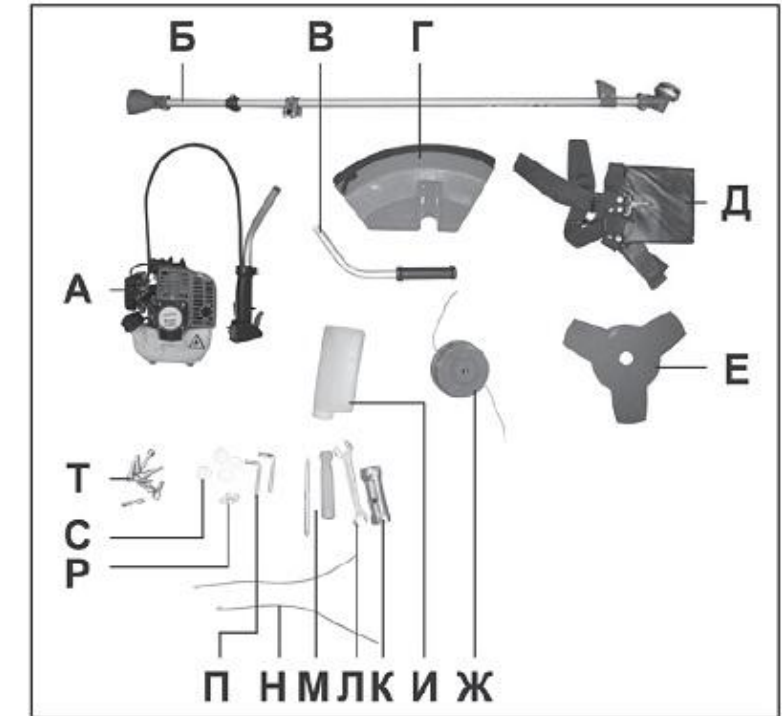

Рис. 1
3.1. В комплект поставки входит: (см. Рис. 1)